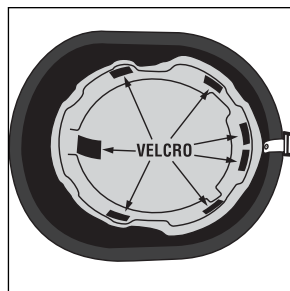

Figure 2
7. Place pieces of 1"x 1" hook fasteners on the impact cap as shown in Figure 2.
7. Mettre les pièces des crochets d'attache de 2,5 cm x 2,5 cm (1 po x 1 po) sur la calotte d'impact comme il est illustré à la figure 2.